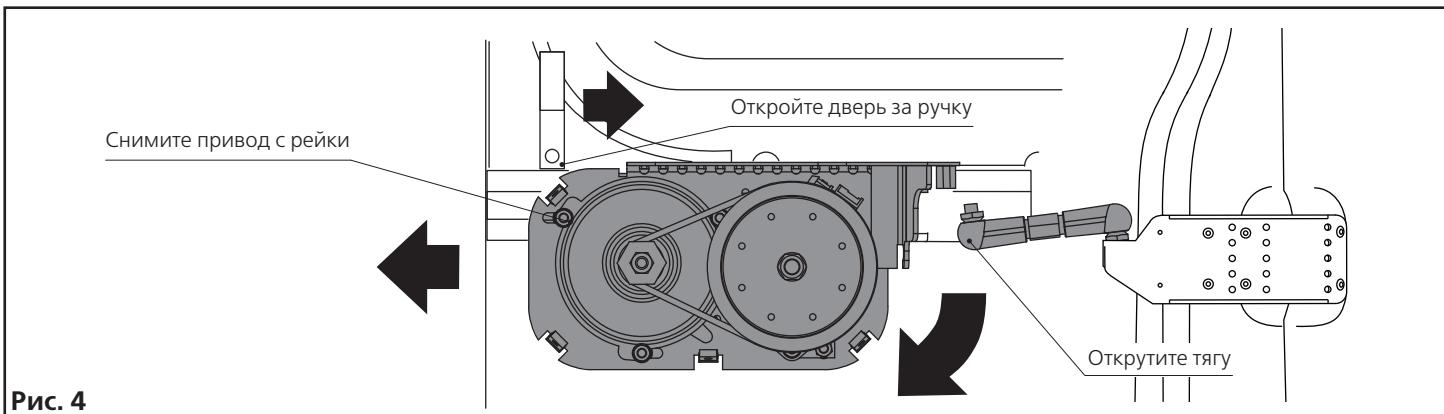

Рис. 4
5. Открутите тягу (рис. 4).
6. Снимите привод с рейки (рис. 4).